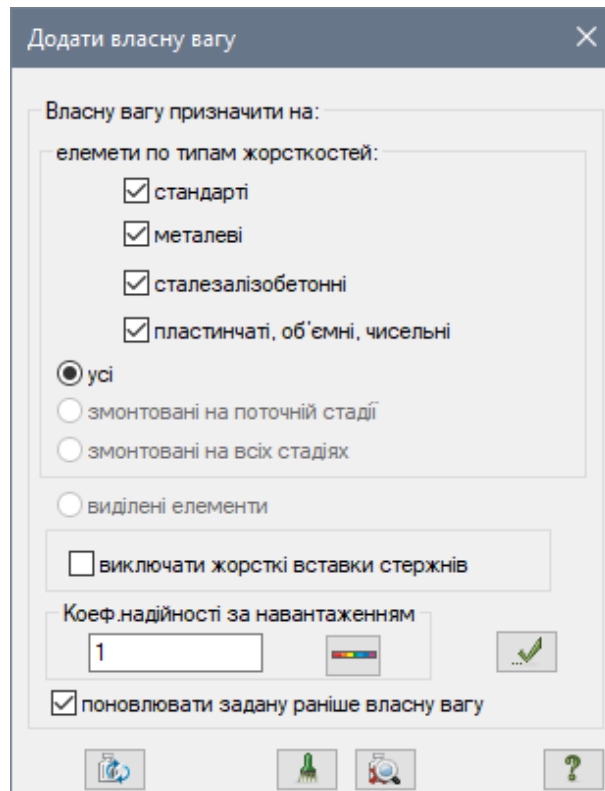

Рис. 11.17. Діалогове вікно **Додати власну вагу**
- Натиснувши на кнопку  – **Додати власну вагу** (панель **Навантаження** на вкладці **Створення та редагування**) відкрийте діалогове вікно **Додати власну вагу** (рис. 11.17).